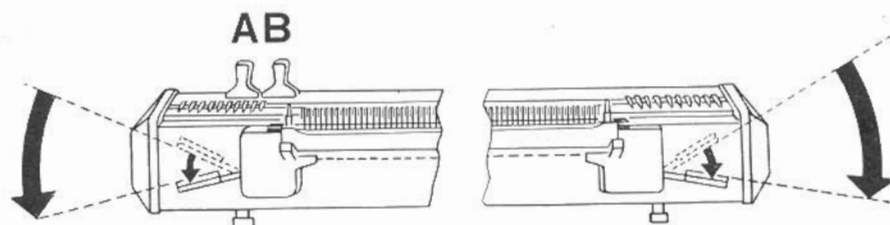

Fig. 1
**Pour libérer le peigne :** Appuyer légèrement de haut en bas sur les leviers des deux supports de peigne (fig. 1). Le peigne se débloque automatiquement et est poussé vers le haut, de sorte qu'on peut l'enlever sans peine.